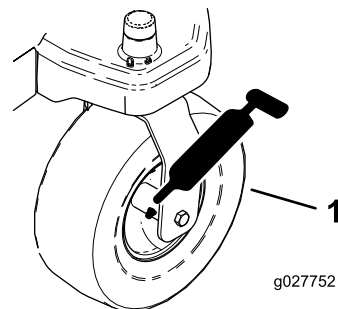
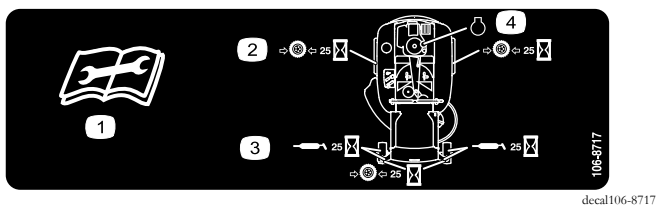

Figura 36
Figura 37
3. Limpe os encaixes de lubrificação (Figura 36 e Figura 37) com um trapo.
4. Ligue uma pistola de lubrificação ao encaixe (Figura 36 e Figura 37).